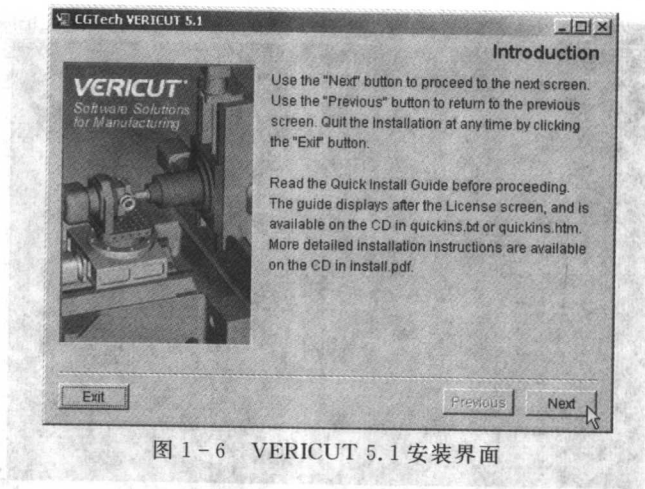

图 1-6 VERICUT 5.1 安装界面
(1) 把 VERICUT 5.1 安装盘放入主机的光驱中,光盘自动运行,显示如图 1-6 所示的 VERICUT 5.1 安装界面。